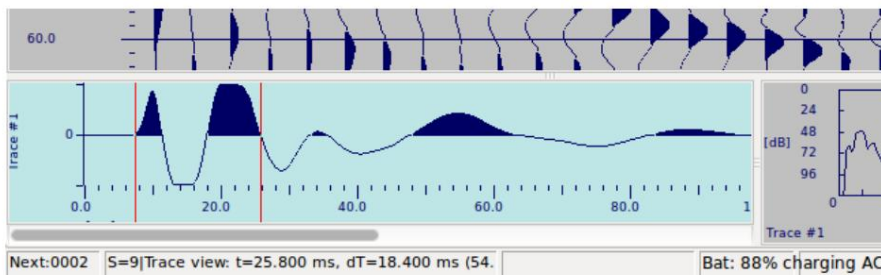

Figura 28 Un marcador de tiempo de referencia con línea de tiempo
- Mover la línea de tiempo y mostrar el tiempo relativo (Figura 28)